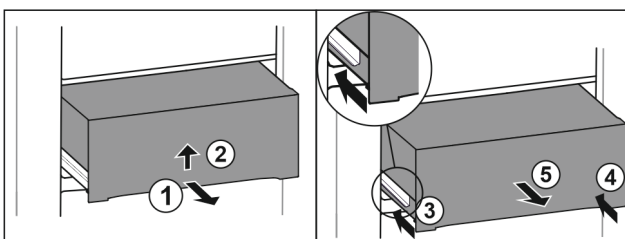

Fig. 68
- ▶ Lade er half uittrekken. Fig. 68 (1)
- ▶ Lade aan de onderkant optillen. Fig. 68 (2)
- ▶ Linker rail erin schuiven. Fig. 68 (3)
- ▶ Rechter rail erin schuiven. Fig. 68 (4)
- ▶ Lade naar voren toe verwijderen. Fig. 68 (5)